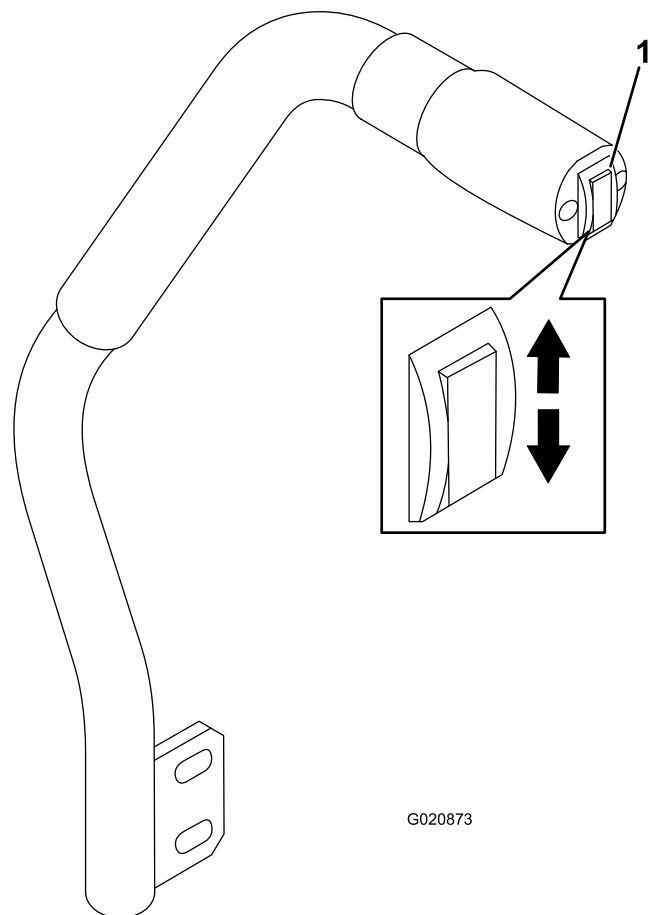

図 22
デッキ昇降スイッチ 図 22 は、カッティングユニットの上昇と下降を行うスイッチです。このレバーは、エンジンが掛かっていないと使用できません。
- カッティングユニットを下降させるには、スイッチを下に押す 図 22。
- デッキを上昇させるには、スイッチを上を押す 図 22。
1. エンジンを始動し、デッキの昇降スイッチを上を押してカッティングユニットを一番高い位置まで上昇させたらすぐにスイッチから手を離す 図 22。